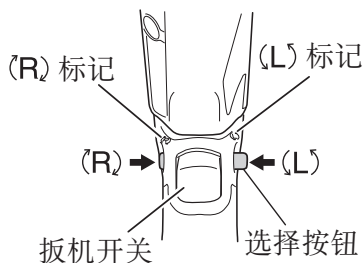

图 5
按选择按钮的 R（右）侧，钻头便会顺时针（从后方看时）旋转；按选择按钮的 L（左）侧则使钻头逆时针旋转。（请参照图 5）。（机身上标有 (L) 和 (R) 标记。）